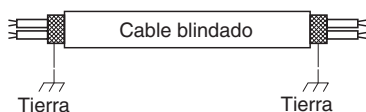

Fig. 4-6
- (5) Emplee cables apantallados para el cableado de control entre unidades (c) y ponga a tierra el apantallado de ambos lados, porque si no lo hace así, podría producirse un funcionamiento erróneo debido al ruido. (Fig. 4-6) Conecte los cables tal y como se muestra en la sección "4-3. Diagramas del sistema de cableado".